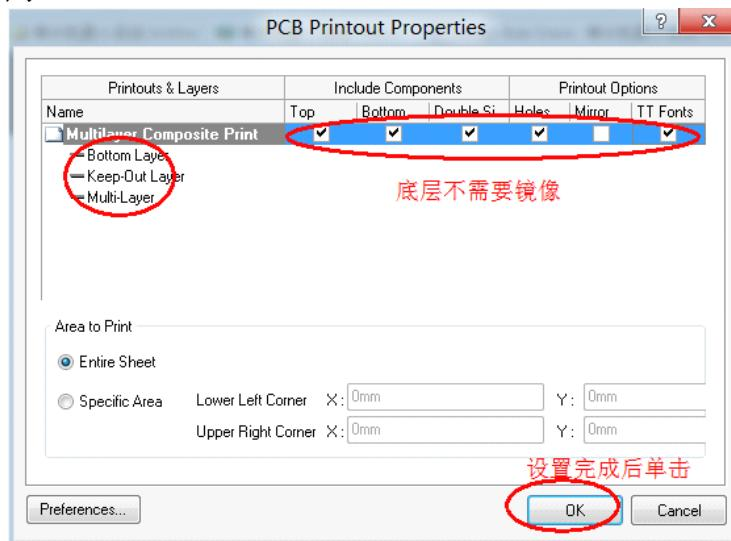

图 6-6.83 打印属性修改
**Step2:** 单击 Advanced，进入 PCB Printout Properties 对话框，将 Top Overlay、Top Layer 删除。选中需要删除的层，单击鼠标右键，在弹出的对话框中选择 Delete，单击 Yes 即可删除。如果需要插入某个层，只需在空白的地方单击鼠标右键，选择 Insert Layer，在弹出的对话框中找到需要插入的层即可。设置完成后如图 6-6.83 所示。